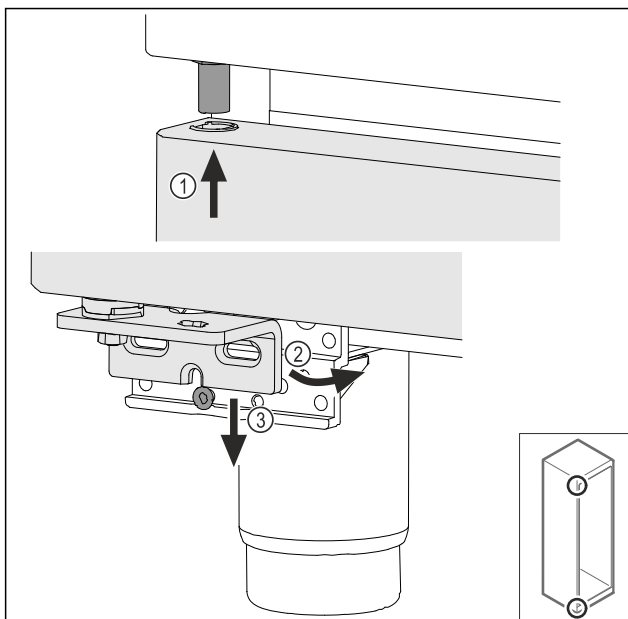

Fig. 43
- ▶ Lehce naklopená dvířka zasuňte nahore Fig. 43 (1), dvířka narovnejte Fig. 43 (2) a nasad'te je dole na šroub stojanu ložiska Fig. 43 (3).